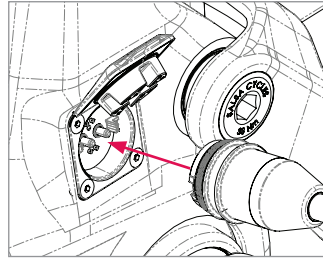

Figure 7
3. Introduisez la fiche de charge dans le port de charge (Fig. 7). Notez que le raccord est magnétique et ne se fixe que dans un sens, ce qui garantit un alignement correct.